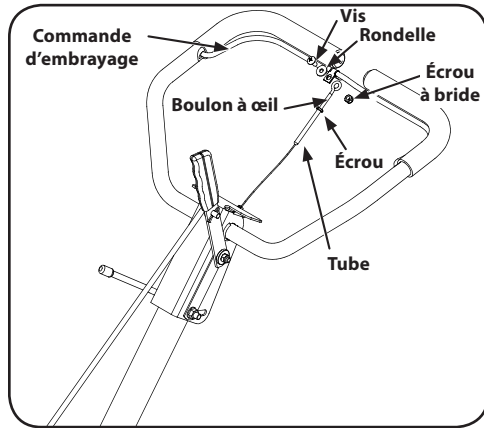

Figure 3-5
4. Enlevez la vis, l'écrou autobloquant à bride et la rondelle de la commande d'embrayage. Voir Figure 3-5.
6. Placez l'écrou sur le boulon à œil avant d'insérer le boulon dans le tube à l'extrémité du câble. Vissez le boulon jusqu'à environ $\frac{3}{4}$ " du filetage. Serrez bien l'écrou. Voir Figure 3-5.